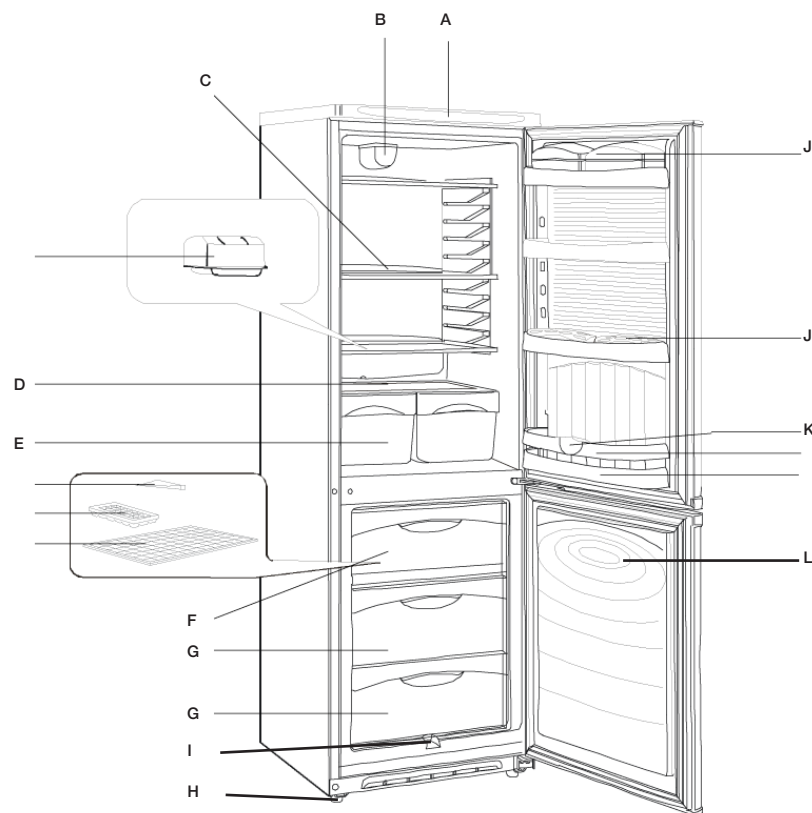

fig. 1
- Placez l'appareil bien d'aplomb à l'aide des pieds réglables situés à l'avant (fig. 1:H). C'est très important, sinon la porte risque de ne plus fermer correctement après quelque temps.
- Contrôlez régulièrement si la rigole d'évacuation de l'eau du dégivrage (fig. 1:I) n'est pas bouchée.